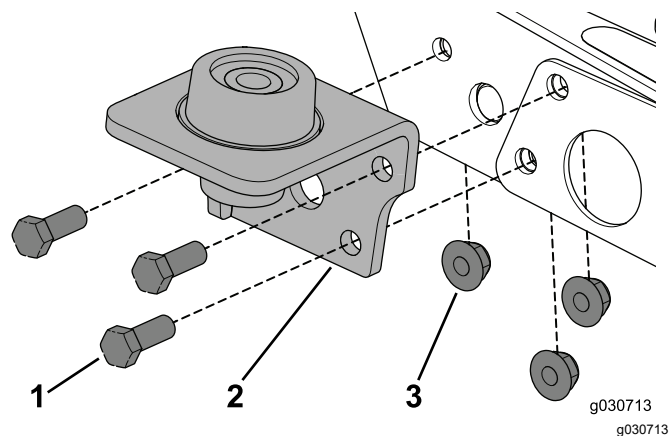

図 18
1. 既存のボルト類を外し、代わりにボルト $\frac{3}{8}$ " x 3" 3本とフランジナットを使用して、マウントを機体に固定する 図 18。